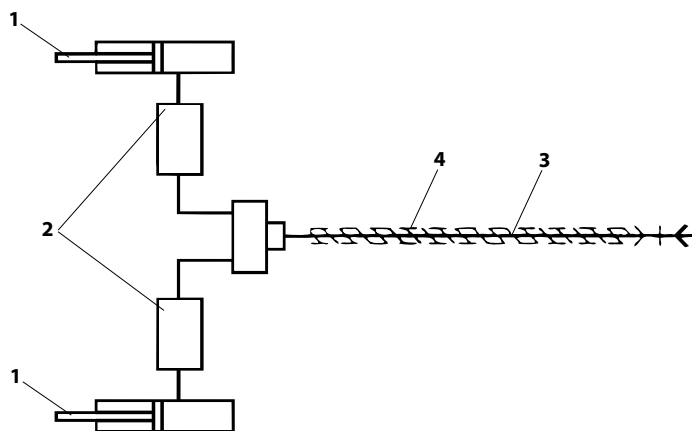

Fig. 11
4.5.1 CIRCUIT HYDRAULIQUE DU RACCORD DU SEMOIR (FIG. 11)
LEGENDE Fig. 11 (Schéma hydraulique pour attelage du semoir avec un cylindre hydraulique)